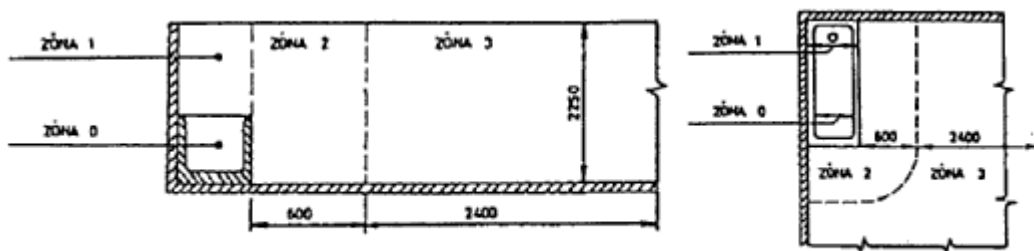

Рис. 1
- котел может быть установлен в обычной среде. Котел запрещается устанавливать в ванных комнатах и душевых зонах 0,1,2,3, согласно чешским нормам (см. рис.1 ниже);